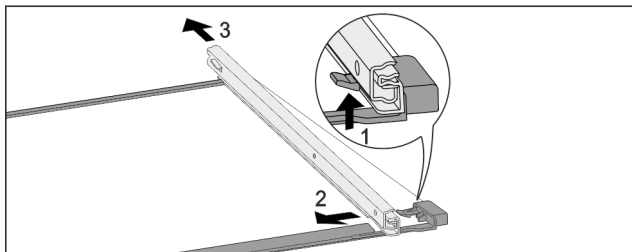

Fig. 263 Skleněná deska s kolejničkami
- Přední aretační háček zatlačte nahoru. Fig. 263 (1)
- Výsuvnou kolejničku vysuňte stranou Fig. 263 (2) a dozadu Fig. 263 (3).